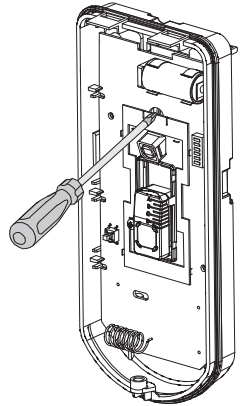

Figura 10: PCB
- 9. Para reajustar la posición de la Rótula Estándar una vez que la PCB ya está instalada (Figura 10):
- b. Usar un destornillador de estrella para aflojar el tornillo de fijación (ver Figura 10).